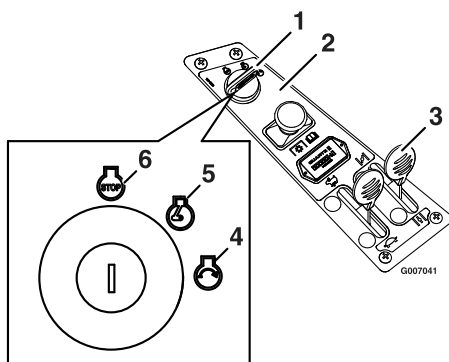

Figure 11
4. Tournez la clé de contact en position de démarrage pour activer le démarreur. Relâchez la clé quand le moteur démarre (Figure 11).
- Si le moteur cale ou hésite, poussez partiellement la manette de starter vers l'avant pendant quelques secondes (Figure 11).
- Placez la manette d'accélérateur entre la position haut régime et la position à mi course (Figure 11).
- Tournez la clé de contact en position Contact coupé (Figure 11).